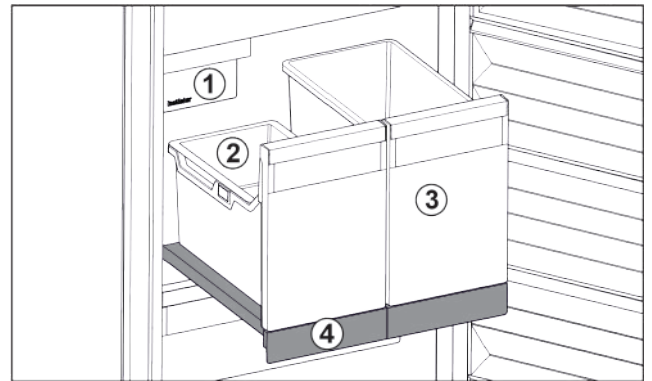

Fig. 22 Витяжна панель IceTower
- (1) IceMaker
- (2) Підвісний лоток для кубиків льоду
- (3) Резервуар наприклад для піци, алкогольних напоїв
- (4) Витяжна панель
На витяжній панелі є два високі резервуари (IceTower). В резервуарі Fig. 22 (2) кубики льоду з IceMaker збираються та зберігаються. Резервуар Fig. 22 (3) придатний для зберігання високих харчових продуктів, таких як піца та алкогольні напої.